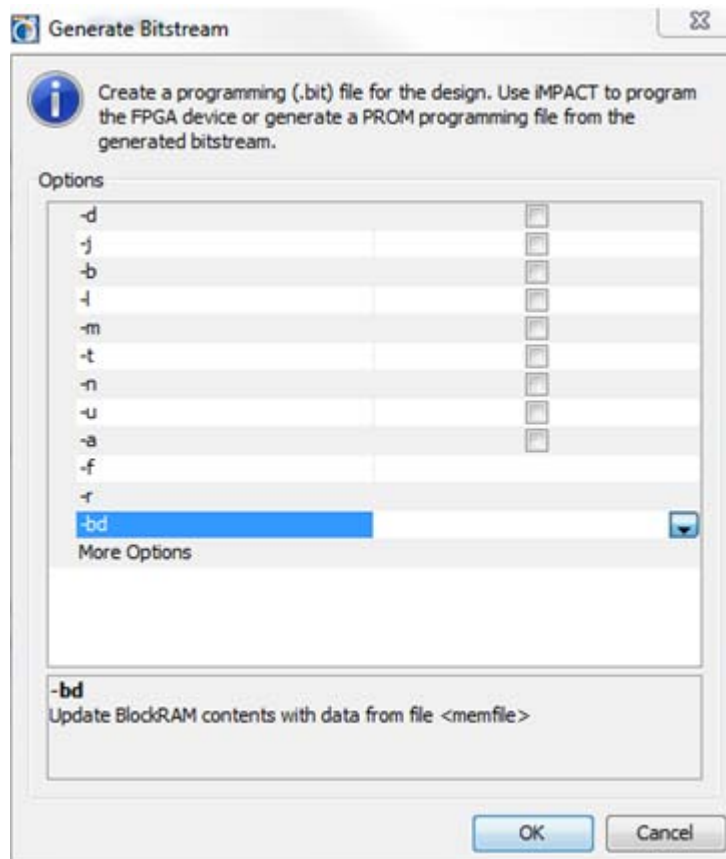

図 3-34 : [Generate Bitstream] ダイアログ ボックス
1. PlanAhead で、Flow Navigator から [Program and Debug] をクリックし、[Generate Bitstream] をクリックします。BitGen オプションを指定する [Generate Bitstream] ダイアログ ボックスが開きます (81 ページの図 3-34)。